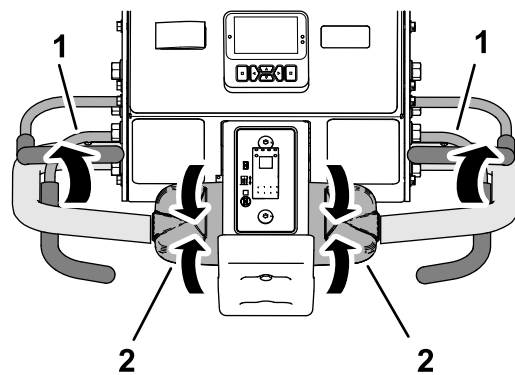

Bild 91
- Lassen Sie den Fahrertriebshebel los und lassen Sie ihn in die NEUTRAL-Stellung fallen, und lassen Sie den Schaltbügel los (Bild 91).